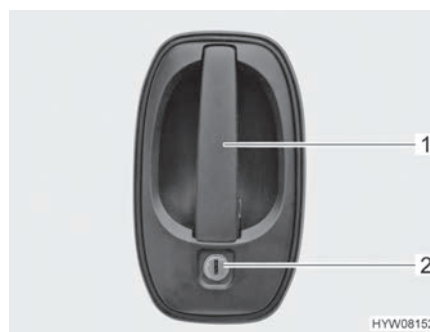

Fig. 30 Serratura della porta (porta conducente/porta di ingresso, lato esterno)
- Inserire la chiave nel cilindro della serratura (Fig. 30,2) e ruotare fino a quando la serratura della porta si sblocca.
- Tirare la maniglia della porta (Fig. 30,1). La porta è aperta.
- Inserire la chiave nel cilindro della serratura (Fig. 30,2) e ruotare fino a quando la serratura della porta si blocca.